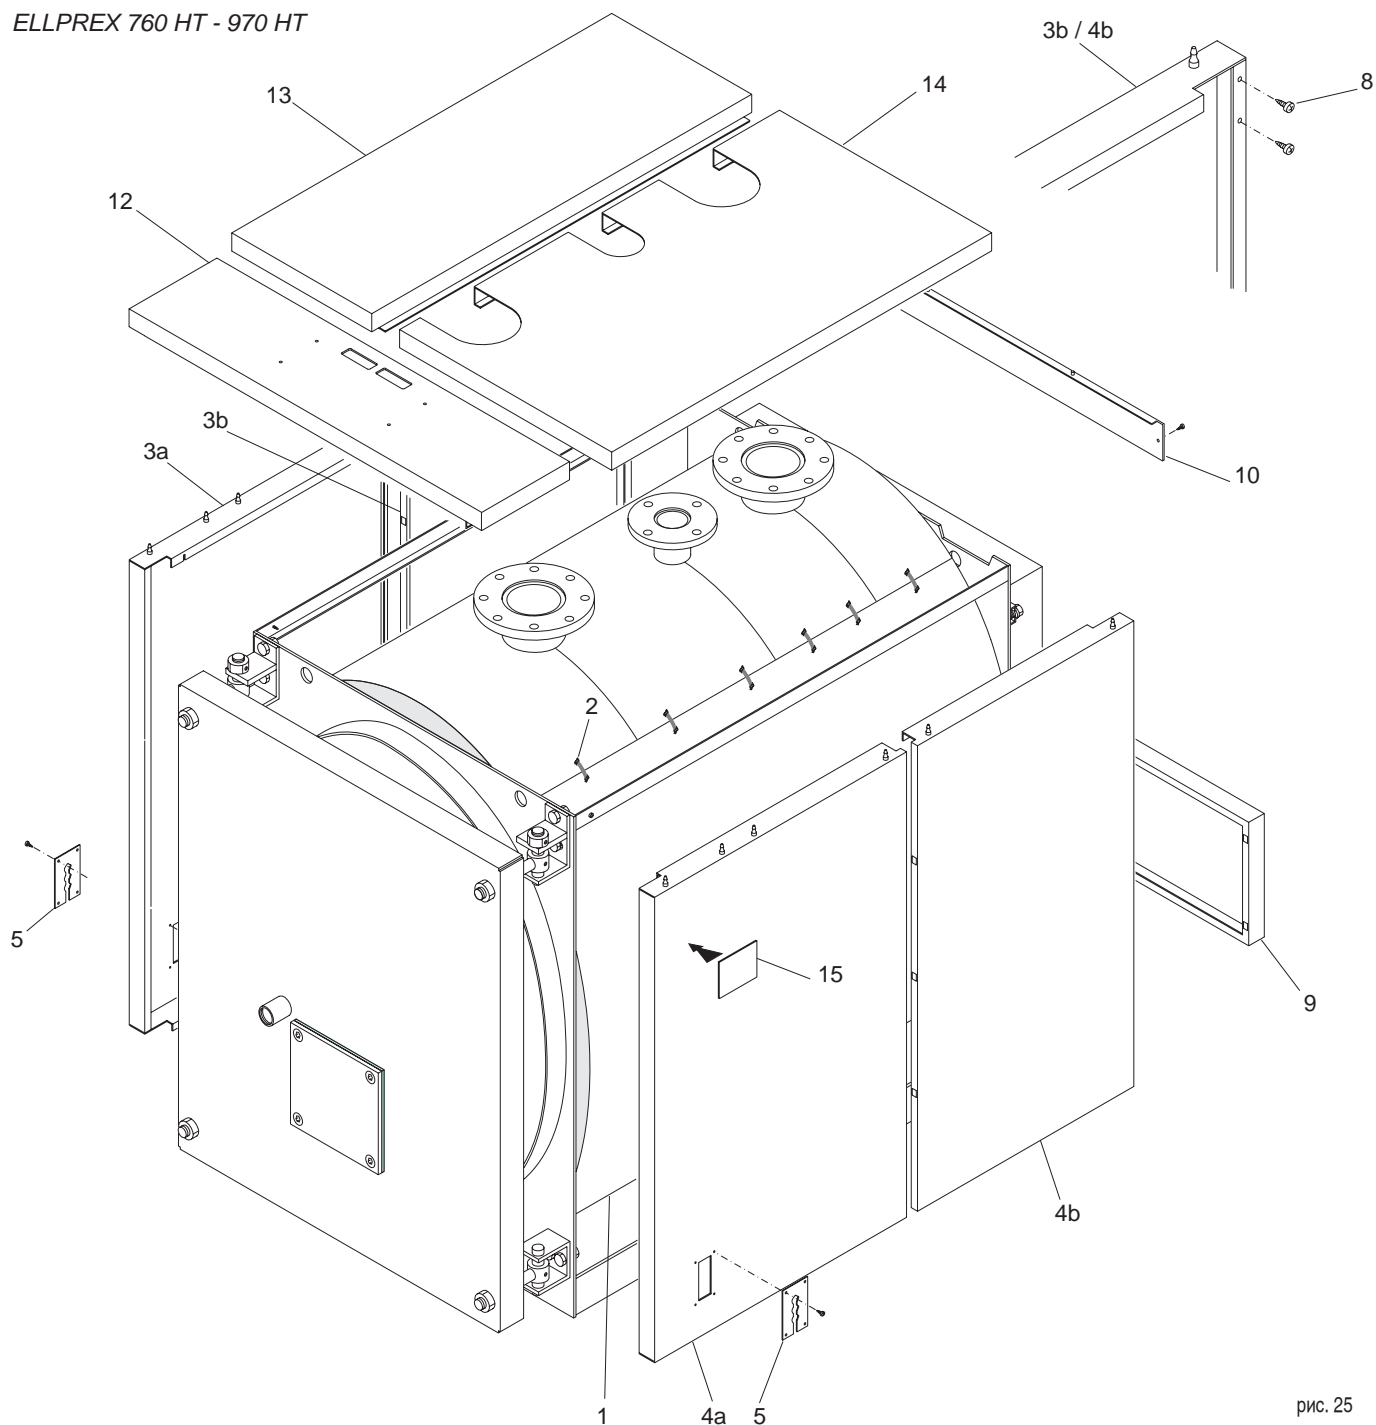

рис. 25
N.B. Для модели **ELL 630 HT** (см. рис. 23) и для моделей от **ELL 760 HT до ELL 2200 HT** (см. рис. 25 и 26), обшивка и изоляция находятся в трех упаковках маркированных:
Последовательность монтажа (см. рис. 25)